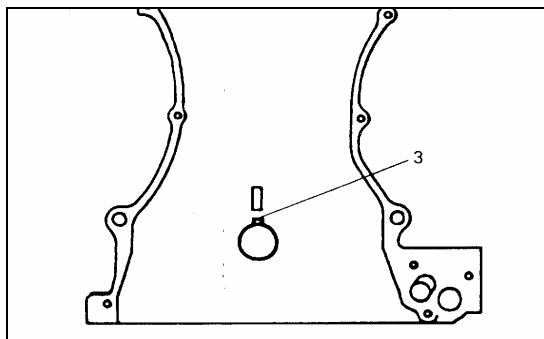

Рис. 4-38.
- 1). Поворачивая коленчатый вал, совместить сегментную шпонку с монтажной меткой на картере блока цилиндров, Рис. 4-38.